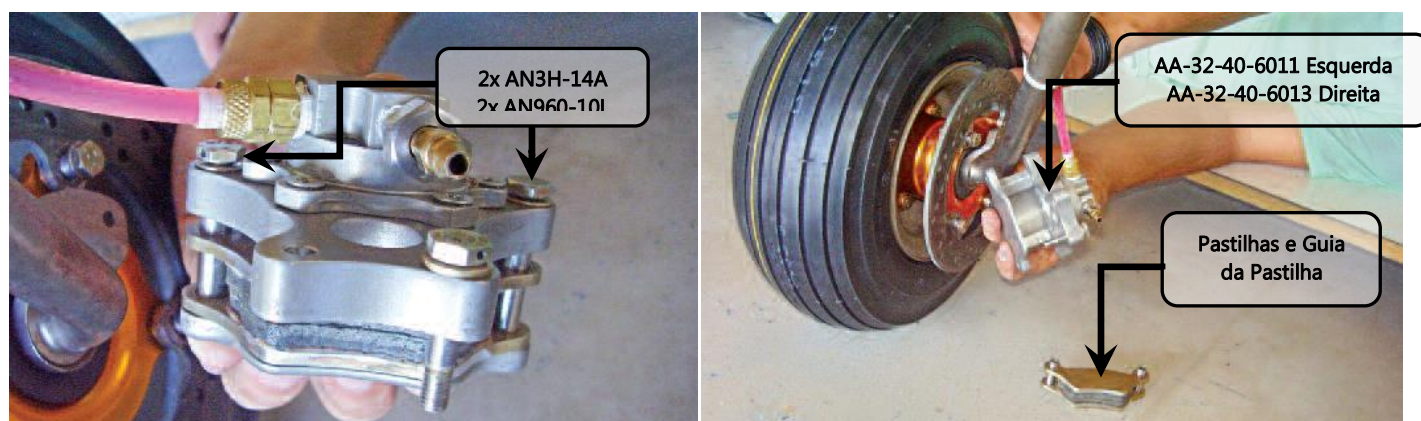

Figura 32.40.82 – Remoção da fixação da pinça de freio.
2. Remover os parafusos AN3H-14A e arruelas AN960-10L indicados na figura 32.40.82. Utilizar uma chave combinada de 3/8" e uma chave tipo catraca 1/4" com soquete 1/4"x3/8".
3. Remover, manualmente as Pastilhas de Freio AA-32-40-400-03 juntamente com as Guias da Pastilha de Freio AA-32-40-400-20, ver figura 32.40.82 e figura 32.40.83.